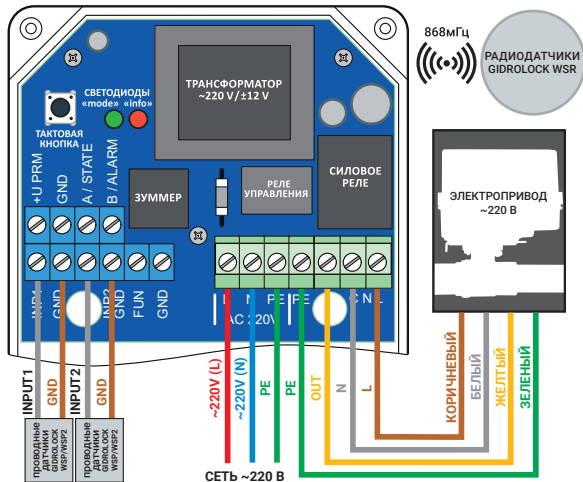

Рис. 2. Схема подключения электропривода GIDROLOCK на напряжении питания 220 В и проводных датчиков протечки воды GIDROLOCK WSP или WSP2.
5.1 Кабель питания подключается к клеммам: **L** – фаза 220 В; **N** – нейтральный проводник (рис. 2).
5.3 Электропривод GIDROLOCK с напряжением питания 220В подключается к блоку управления согласно схеме, приведенной на рис. 2. Для подключения большего количества электроприводов возможно использовать дополнительные клеммные блоки и монтажные коробки.